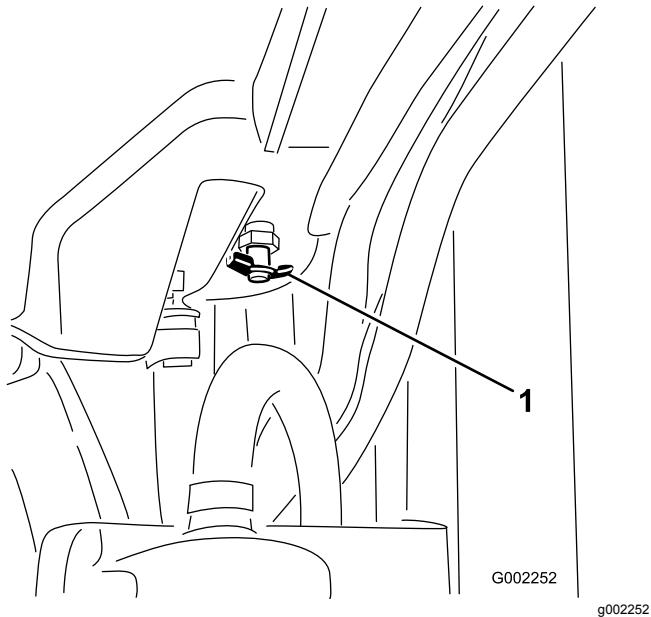

Figure 93
4. Ouvrez le robinet de vidange et vidangez le liquide de refroidissement dans le bac (Figure 93).
5. Fermez le robinet de vidange (Figure 93).